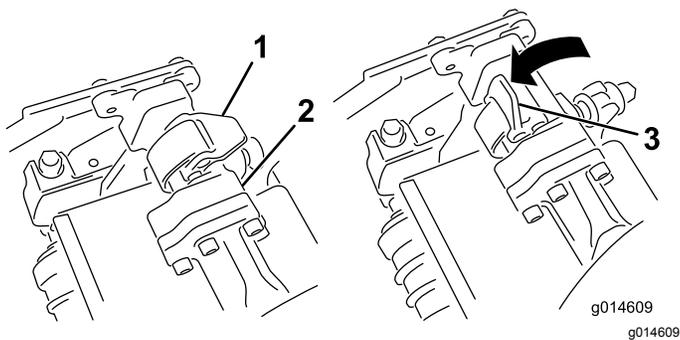
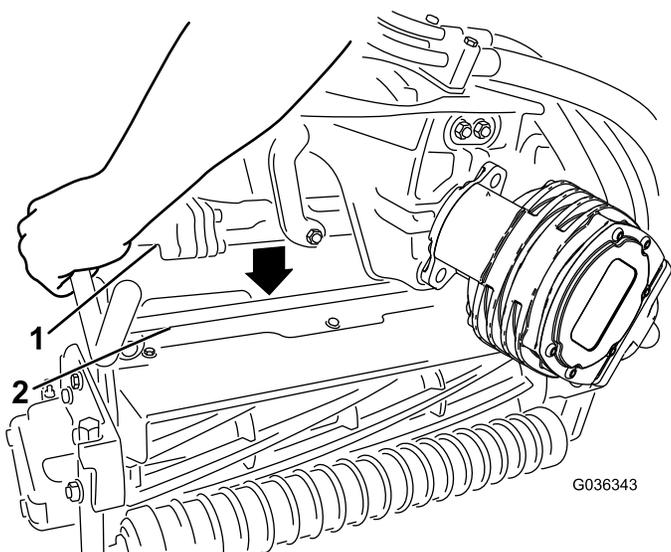

Рисунок 50
Рисунок 51
4. Когда защелки на штанге рычага подвески направлены вверх (т.е. открыты) (Рисунок 50), нажмите на рычаг подвески так, чтобы штанга села на поперечный стержень наверху режущего блока (Рисунок 51).
5. Опустите защелки и поверните вокруг стержня режущего блока и заблокируйте их (Рисунок 50).
5. Откройте защелки на штанге рычага подвески режущего блока, который необходимо снять (Рисунок 50).